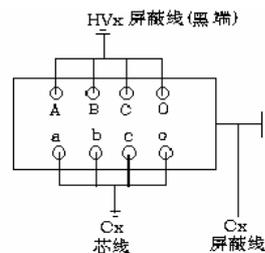

图12 变压器接法
(1) 一次绕组对二次绕组（中性点均未接地）
- A.接线见图 12